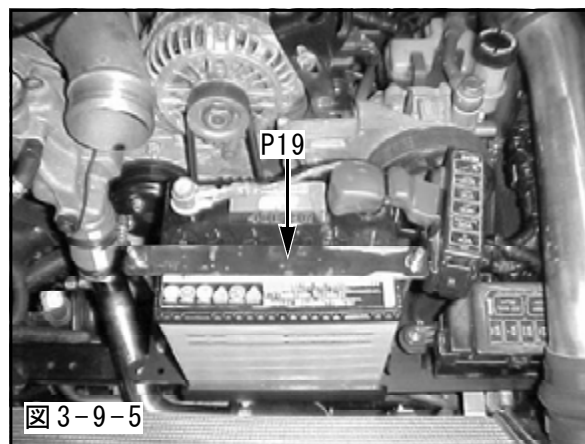

図 3-9-5
(8) バッテリーを取付けてください。(図3-9-5)
(9) バッテリー端子にバッテリーカラーを取付けバッテリーターミナルを取付けてください。
(10) プラス側ターミナルのカバー(赤色)を取付けてください。
(11) マイナス側ハーネスがベルトに干渉しないように固定してください。